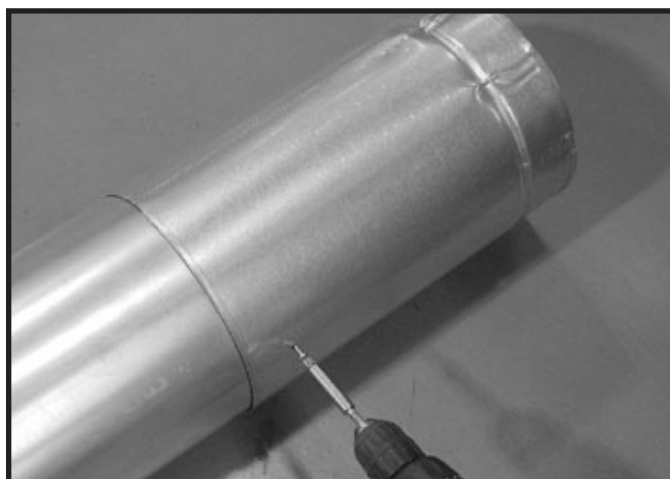

Figure 7.7 Visser dans la section coulissante
- Fixez les tuyaux et les sections coulissantes avec deux vis d'au plus 13 mm (1/2 po) en utilisant les trous de guidage de la section coulissante. Voir la figure 7.7.